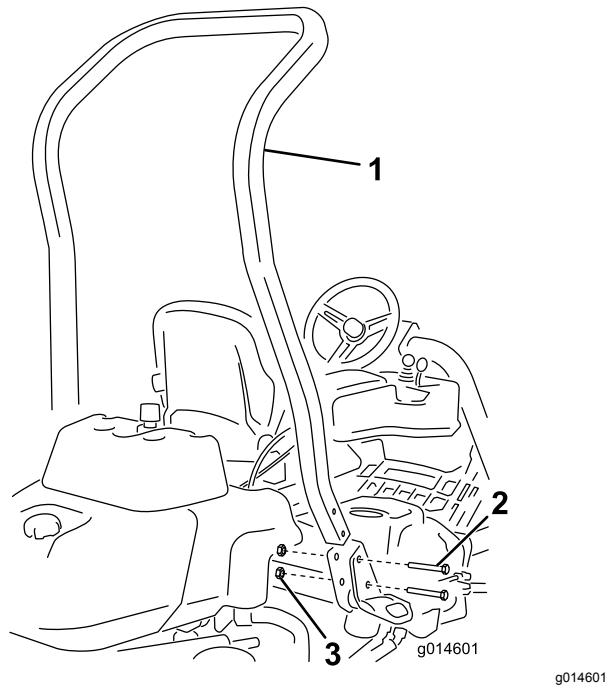

Figura 3
- Fissate il roll bar negli incastri su ogni lato della macchina con 4 bulloni ($\frac{1}{2}$ x $3\frac{3}{4}$) e 4 dadi flangiati ($\frac{1}{2}$) (Figura 3)..